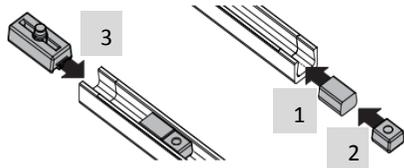
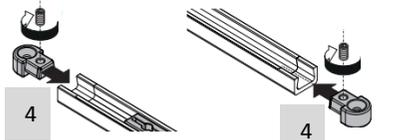

Bild 6
Bild 7
- Einführung des Dämpfungsklotzes(1), des Stoppers (2) und des Gleiters (3) in die Gleitschiene (sh. Bild 6) und Montage der Gleitschiene mittels der mitgelieferten Radiusendstücke an der Türblattoberkante (sh. Bild 7). Der Stopper muss sich dabei auf der Bandseite des Türblatts befinden.